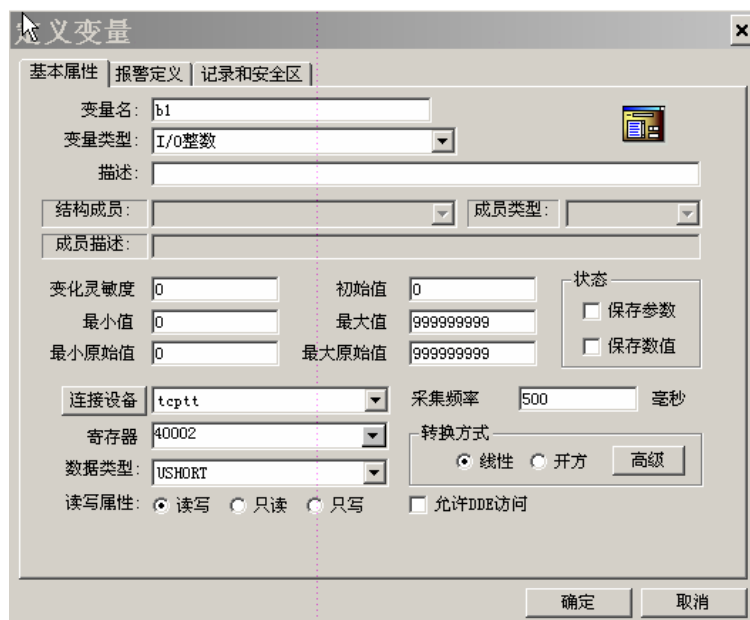

图 B-3-11
4. 如图 B-3-11, 变量类型选择 I/O 整数, 寄存器 40002 对应 PLC 输入区第 2 个字 (整型即上面组态的%IW6)。同理, 寄存器 40003 对应 PLC 输入区第 3 个字 (整型即上面组态的%IW8), 以此类推。